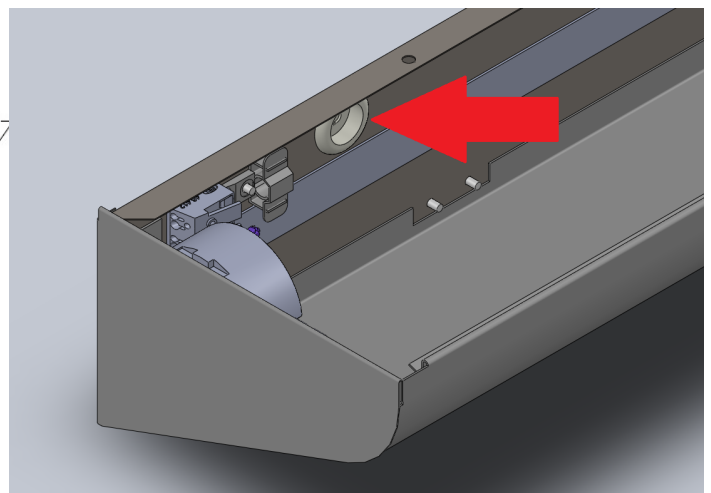

Рис.2
- Заведите провод через гермоввод и подключите к колодке (Рисунок 2)